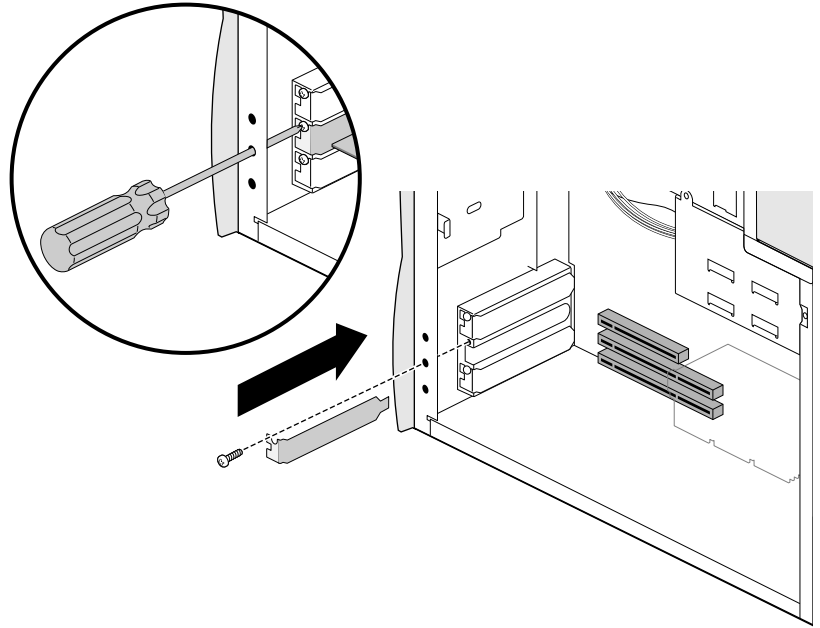

Figura 5-4 Montaggio di una piastrina in uno slot PCI
6. Se nello slot non dovrà essere installata nessun'altra scheda, montare una piastrina, come illustrato nella Figura 5-4.